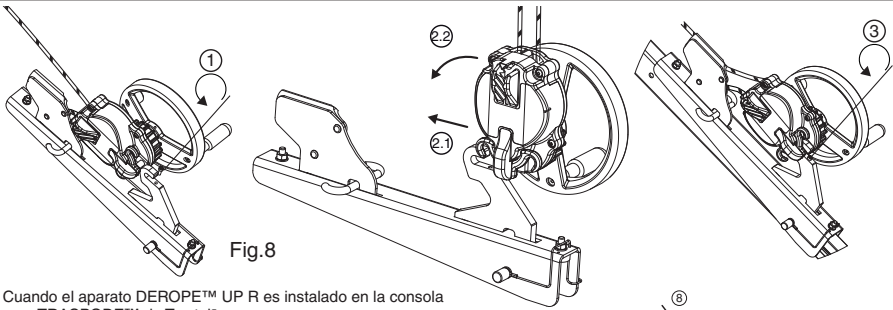

Fig. 8
6.3.4 Aparato DEROPE™ UP R (Fig. 8, 9 y 10)
El aparato DEROPE™ UP R debe ser fijado en la pata del trípode TRACPODE™ de Tractel® como está indicado en la Fig. 8. Cualquier otra fijación en otro punto del trípode TRACPODE™ de Tractel® está prohibida.
1. Destornillar el tornillo de bloqueo del gancho de enganche de la consola para aparato DEROPE™ UP R (Fig. 8, 1).
2. Colocar el aparato DEROPE™ UP R en el gancho de enganche (Fig. 8, 2.1 – 2.2).
3. Volver a atornillar el tornillo de bloqueo para impedir que el aparato se despegue de su consola (Fig. 8, 3) y verificar que está bien colocado y apretado.